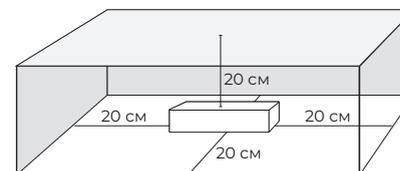
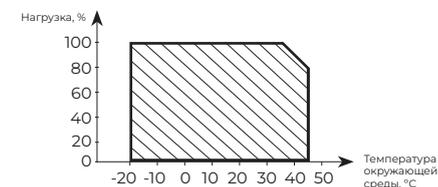

Рис. 1. Свободное пространство вокруг источника.
Рис. 2. Максимально допустимая нагрузка, % от мощности источника.
- Для естественной вентиляции обеспечьте не менее 20 см свободного пространства вокруг источника питания, как изображено на рис. 1. При невозможности обеспечить свободное пространство - используйте принудительную вентиляцию. В случае установки в ограниченном пространстве (например лайтбокс или профиль) предусмотрите обеспечение требуемого температурного режима источника питания, согласно рис. 2.
- Не нагружайте источник питания более 80% от его максимальной мощности. Учитывайте, что с повышением температуры окружающей среды максимальная мощность снижается (см. рис. 2).